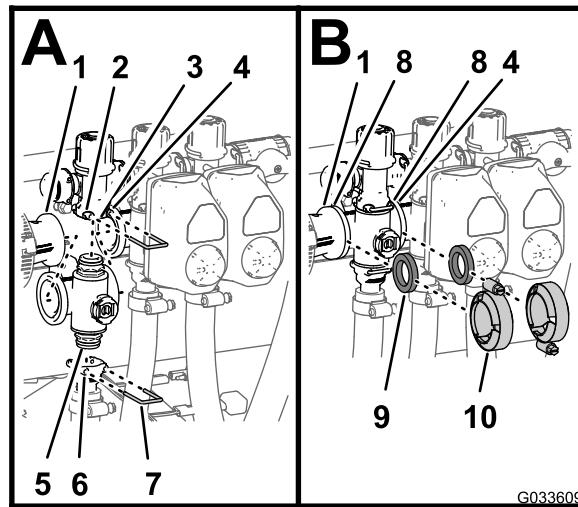

Figura 116
1. Inserite il raccordo del tappo terminale superiore della valvola del collettore nel raccordo di bypass (A di Figura 116).
2. Fissate il raccordo del tappo terminale al raccordo di bypass inserendo un fermo nella presa del raccordo di bypass (A di Figura 116).
3. Montate il raccordo di uscita sul raccordo del tappo terminale interiore della valvola del collettore (A di Figura 116).
4. Fissate il raccordo del tappo terminale al raccordo di uscita inserendo un fermo nella presa del raccordo di uscita (A di Figura 116).
5. Allineate guarnizione tra le flange del giunto del riduttore e il collettore della valvola di sezione (B di Figura 116).
6. Montate il giunto del riduttore, la guarnizione e il collettore della valvola di sezione con un morsetto e serrate manualmente (B di Figura 116).
7. In caso di montaggio delle 2 valvole di sezione più a sinistra, allineate guarnizione tra le flange dei 2 collettori delle valvole di sezione adiacenti (B di Figura 116).
8. Montate i 2 collettori delle valvole di sezione adiacenti e la guarnizione con un morsetto e serrate manualmente (B di Figura 116).